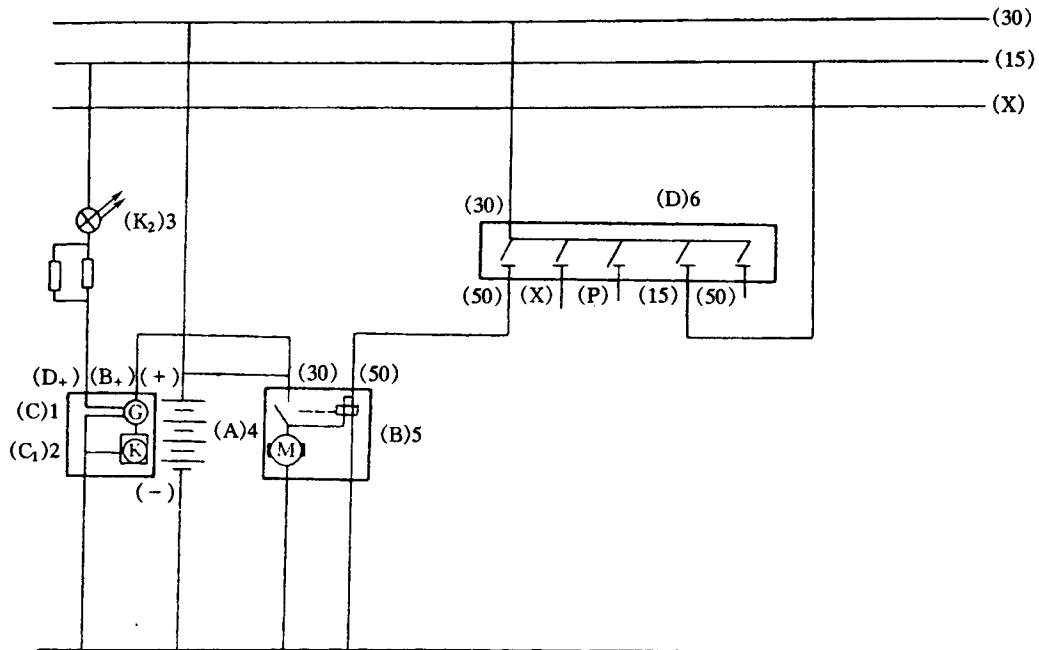

图 1-1 充电与启动系的电路原理图
①充电与启动系的电路原理图,如图 1-1 所示。当点火开关(D)6 的接线柱(30)与接线柱(15)、接线柱(50)接通后,电流经起动机(B)5 的接线柱(50),使电磁开关接通,并使蓄电池(A)4 的正极与起动机(B)5 的接线柱(30)接通,从而使起动机电枢旋转。